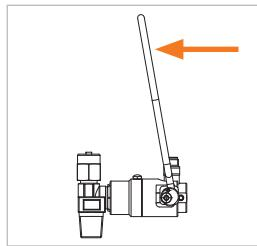
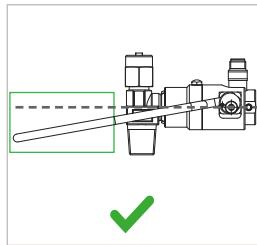

Abbildung 4
Abbildung 5
- Klappen Sie die Betätigungshebel (Pos. 1) nach unten (Abbildung 4). Der Bügel muss sich leicht und ohne Kraftaufwand nach unten führen lassen. Die Betätigungshebel muss in seiner Endposition unterhalb der Waagrechten des Adapters liegen (Abbildung 5).